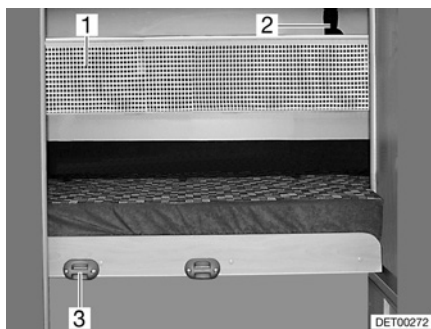

Bild 56 Skyddsnät
- Haka fast stegen med krokarna (Bild 56,3) på ramen.
Skyddsnät Skyddsnätet (Bild 56,1) är standard. Det ligger mellan madrassen och ribbotten. Skyddsnätet ska först monteras när personen som ska sova där befinner sig i sängen.
Hänga upp: ■ Haka fast fästbanden (Bild 56,2) i hållarna i taket.